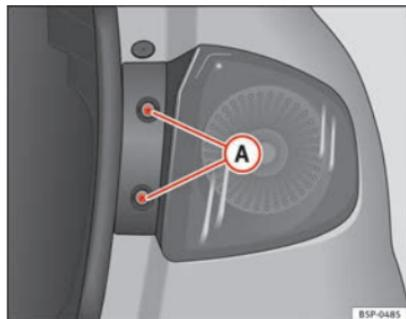

Fig. 190 Luci di posizione/arresto
- Estrarre le viti ⇒ fig. 190 **A**